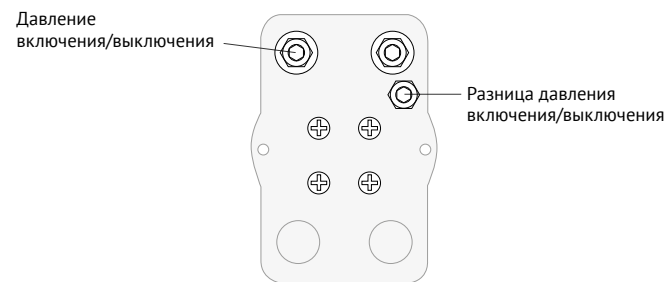

Рис. 3. Регулировочные винты реле давления
6. При работе проконтролируйте пороги выключения и включения компрессора, в случае необходимости отрегулируйте согласно рис. 3, соблюдая разд. «меры безопасности» п 5.